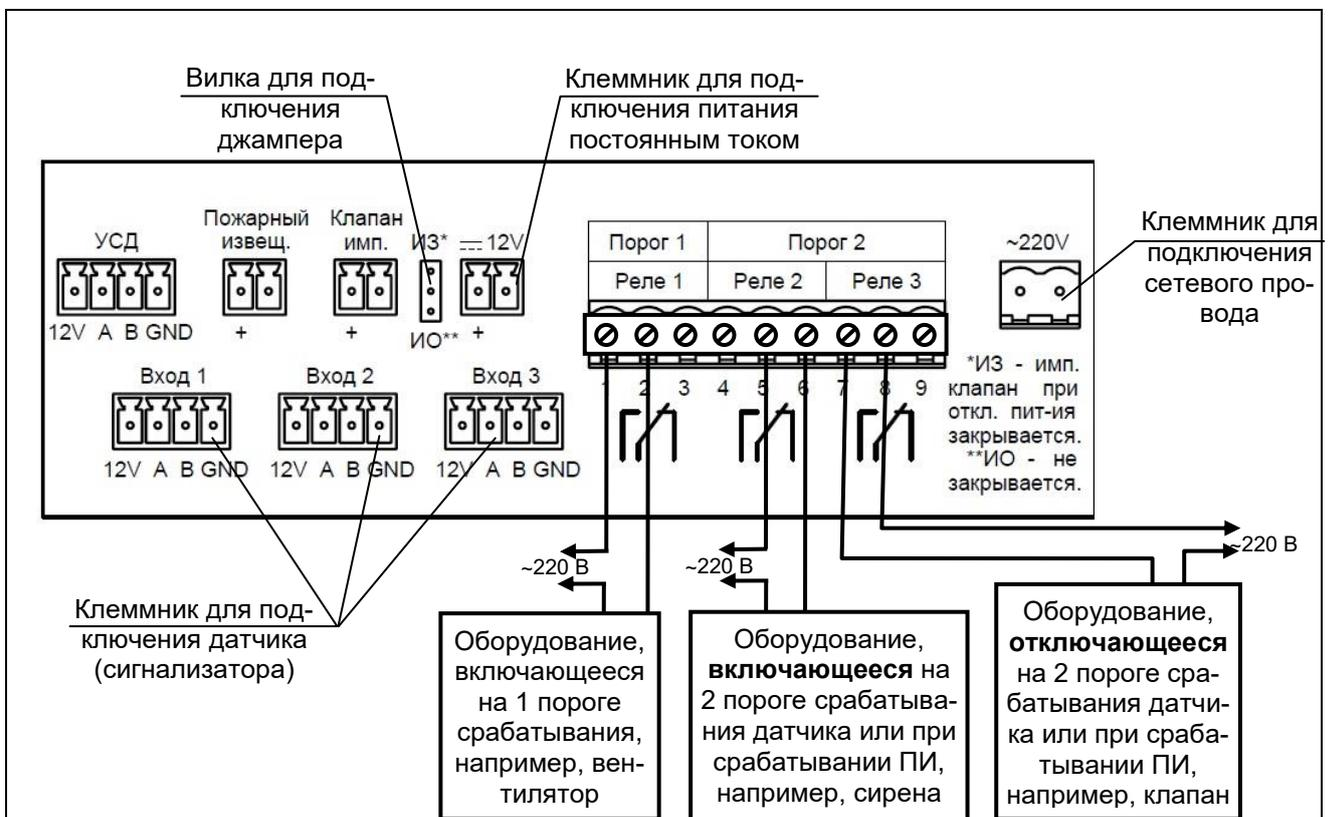

Рисунок 2 – Схема подключения внешнего оборудования к БПСУ
- надписи "Вход 1", "Вход 2", "Вход 3", "УСД", "12V A B GND", "Пожарный извещ.", "+". "Клапан имп.", "ИО", "ИЗ", "12 V", "~220 V", "Порог 1", "Порог 2", "Реле 1", "Реле 2", "Реле 3", обозначения и порядковые номера контактов релейного выхода – соответственно расположению клеммников на плате БПСУ (см. рисунок 2).
2.3.4 По окончании автотестирования на датчиках (сигнализаторах) мигание зеленых светодиодов должно стать редким (≈1 раз в сек)). Нажать кнопку "Управление", чтобы подать питание на встроенные реле (Реле 2 и Реле 3 – см. рисунок 2). Должен загореться светодиод "Клапан" на БПСУ. Открыть клапан в соответствии с его эксплуатационным документом (при наличии ручного взвода).